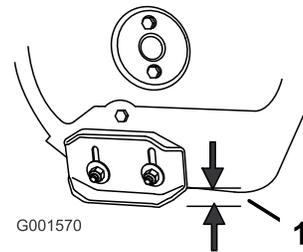

Figure 39
2. Desserrez les écrous de fixation des deux patins aux côtés de la vis sans fin jusqu'à ce que les patins puissent coulisser aisément vers le haut et vers le bas (Figure 39).